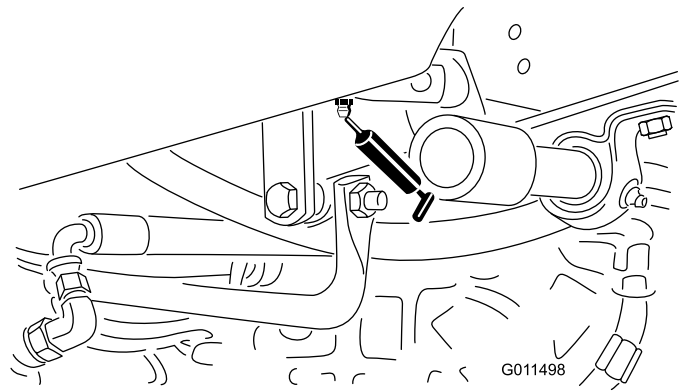

Bild 37
- Fahrpedal-Drehbüchse (1) (Bild 37)